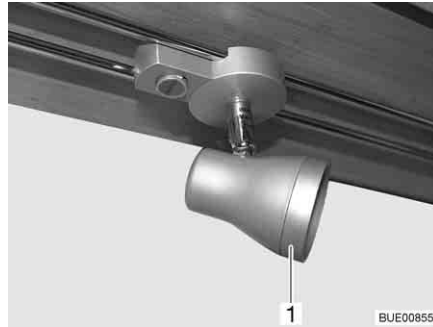

Fig. 301 Projetor de halogéneo (deslocável)
- Rode o anel exterior (Fig. 301,1) em sentido contrário ao dos ponteiros do relógio até este se soltar da carcaça.